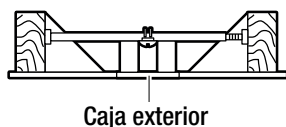

Figura 3
- Para colgar su ventilador donde ya hay una luminaria pero no una viga de techo, puede necesitar un barra colgador como se muestra en la Figura 3 (disponible en su tienda minorista Hampton Bay).